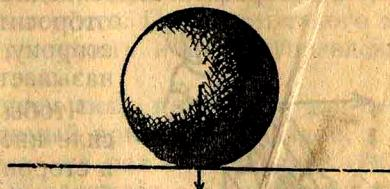

Рис. 24.
1. Безразличное равновесие — равновесие, характеризующееся тем, что тело, будучи выведено из первоначального положения равновесия, опять будет в равновесии в любом новом положении. Примером такого равновесия может служить ровный шар на гладкой поверхности (рис. 24). Центр тяжести при этом будет перемещаться по горизонтальной линии.